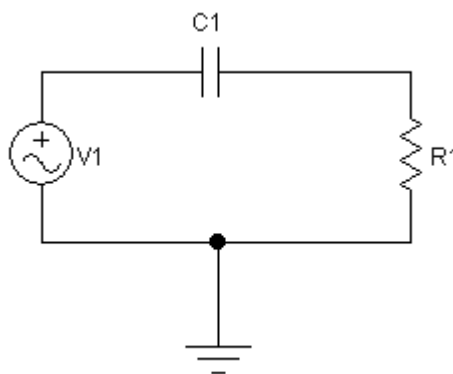

Рис. 13. Приклад виконання схеми
2.1.2. Перенесіть необхідні елементи на робочу область **Electronics Workbench**. Приклад виконання схеми показаний на *рис. 13*. Для цього необхідно вибрати розділи на панелі інструментів (*Sources, Basic*), в яких знаходяться потрібні вам елементи, потім перенести їх на робочу область (клацнути мишею на потрібному елементі і, не відпускаючи кнопки, перенести в потрібне місце схеми). Перенесіть джерело змінної напруги *AC Voltage Source*, опір, ємність, заземлення.